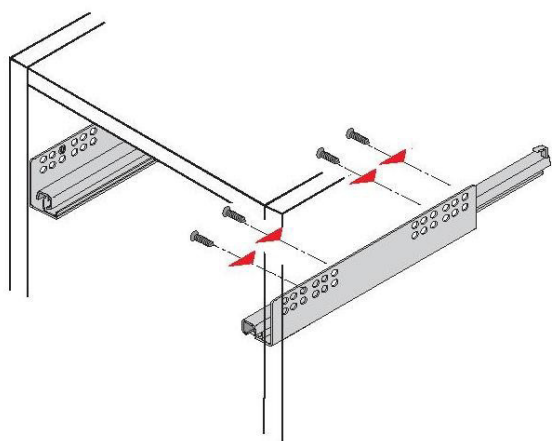

Рис. 2
3. На боковые стенки (94), (95) шурупами 6,3x10,5 установить направляющие ящиков, при этом первое отверстие на боковой стенке совместить с третьим отверстием в верхнем ряду на направляющей (рис.2 и схема сборки). Также на боковые стенки в отверстия d=5мм установить дюбели полкодержателей DU322 (короткие).
4. На горизонтальный щит (98) установить упор для дверей саморезами 3,5x16мм.
6. На полку (101) установить врезные полкодержатели.